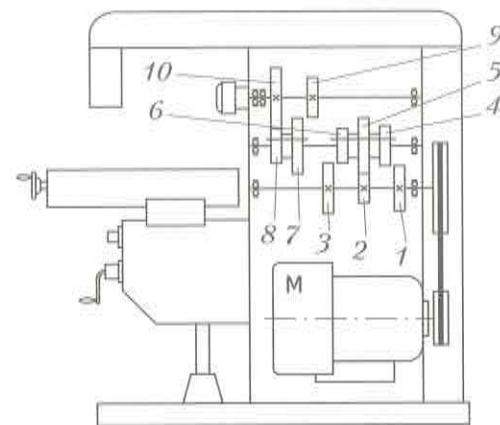

Рис. 58. Упрощённая кинематическая схема фрезерного станка НГФ-110Ш: М – электродвигатель; 1–10 – зубчатые колёса и шестерни
4. Рассмотрите упрощённую кинематическую схему станка НГФ-110Ш (см. рис. 58) и уясните, каким образом передаётся главное движение шпинделю.